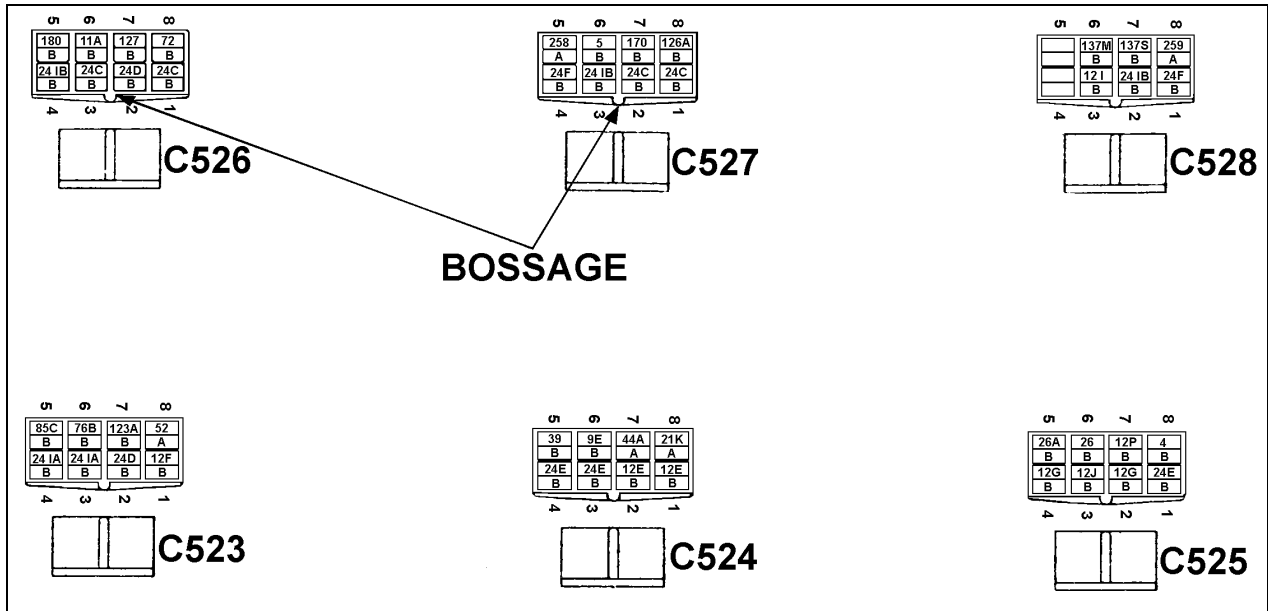

FIGURE 3: POSITIONNEMENT DES CONNECTEURS
1. Positionner les connecteurs femelles (Prévost # 562646) qui étaient reliés aux connecteurs mâles du bloc-fusibles face à vous en se servant du bossage comme référence (voir figures 3 et 5).
3. S'il y a non-cordance, repositionner les câblages selon les figures 3 et 5. Rebrancher les connecteurs mâles et femelles ensemble.